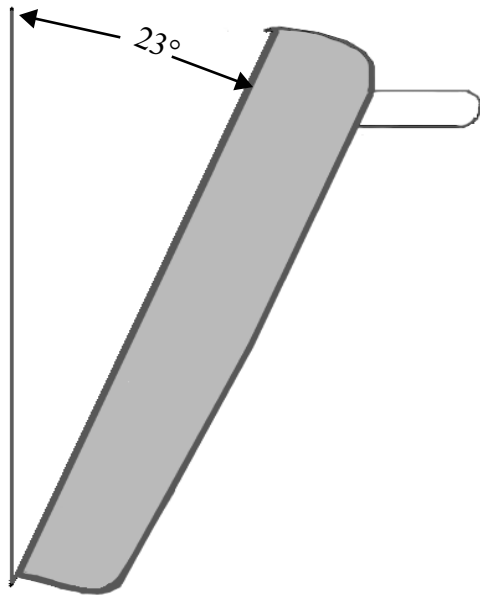

Figura 7: Ángulo aproximativo necesario para quitar la puerta.
1. Coloque la puerta en el ángulo adecuado (*Figura 7*) e inserte las bisagras en las ranuras. Las bisagras se engancharán firmemente en las ranuras si se instala adecuadamente la puerta. No fuerce o tuerza la puerta.